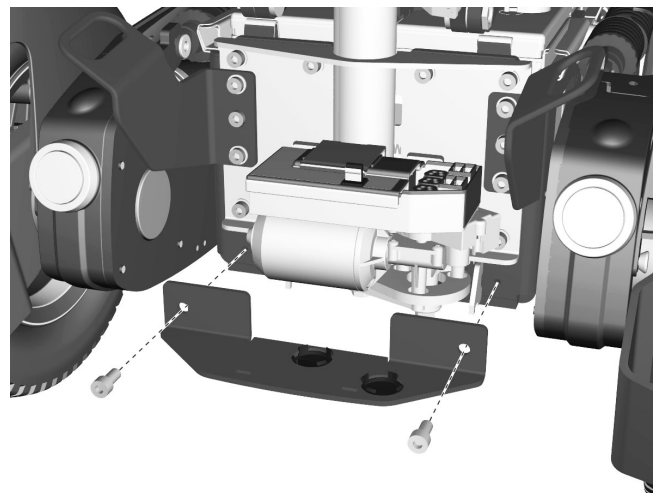

Abbildung 98. Schutzblech unter dem Motor abmontieren.
5. Schutzblech unter dem Motor abmontieren. Es ist mit zwei Schrauben montiert. Siehe Abbildung. 98.